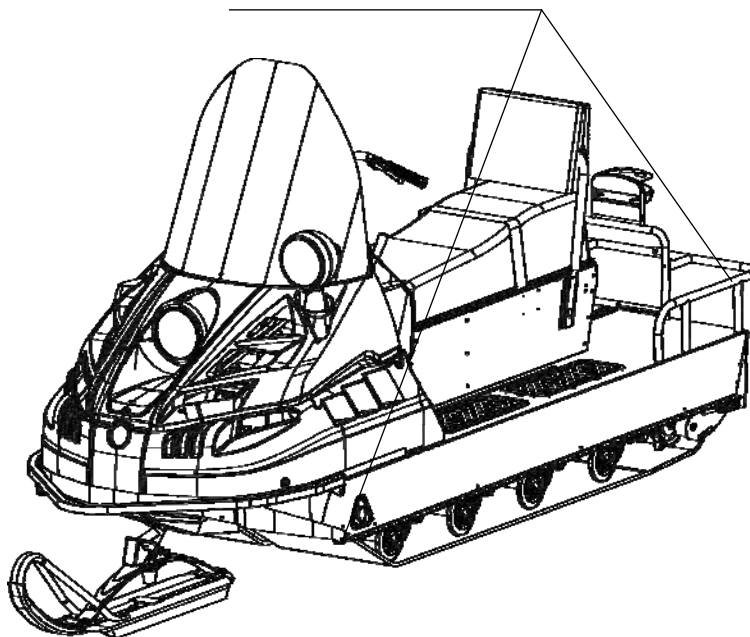

Рисунок 14– Схема строповки снегохода БУРАН 4ТД
- снегоход БУРАН 4ТД – за нижние передние уголки рамы и ограждение багажника (рисунок 14).